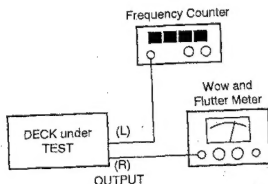

Fig. 3-1
1. Connect a frequency counter to the deck as shown in Fig. 3-1.
1. Connect a wow and flutter meter to the deck as shown in Fig. 3-1.
1. Fig. 3-1のように周波数カウンタを接続する。
1. Fig. 3-1のようにワウ・フラッターメーターを接続する。